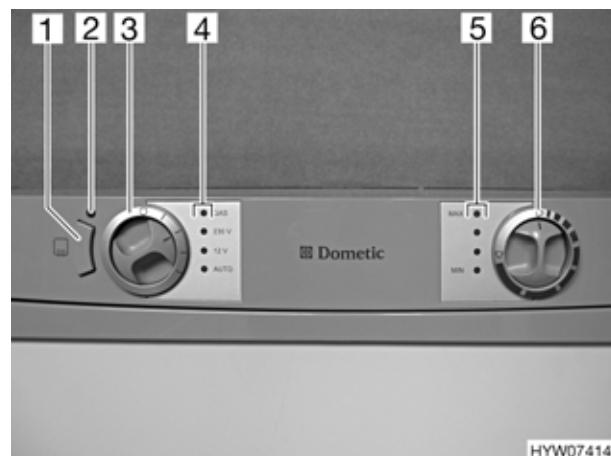

Fig. 89 Elementi di comando del frigorifero
Nel caso di temperature esterne ed umidità dell'aria elevate è possibile che si formino gocce d'acqua sul telaio in metallo del vano congelatore. Per questo motivo il frigorifero è dotato di un riscaldamento nel telaio per il vano congelatore. Nel caso di temperature e umidità dell'aria elevate, accendere il riscaldamento del telaio con il tasto (Fig. 89,1). È possibile così evitare fenomeni di corrosione. Quando il riscaldamento del telaio è acceso, la luce spia è accesa (Fig. 89,2).
Se l'alimentazione a 230 V non è allacciata e il motore del veicolo è spento, il sistema AES seleziona il rifornimento di gas. Selezionando il funzionamento a gas, il dispositivo di sicurezza si apre automaticamente, così che il gas possa fluire al bruciatore. Contemporaneamente si inserisce l'accenditore elettronico. Se la fiamma del gas si spegne, per esempio a causa di un colpo di vento, l'accenditore viene subito azionato riaccendendo il gas. In caso di guasto del funzionamento a gas, la luce spia "GAS" (Fig. 89,4) diventa rossa e lampeggiante.
- ▶ Nelle aree di servizio è vietato l'uso di impianti a fiamma viva. Nel caso in cui la sosta duri più di 15 minuti, il frigorifero deve essere spento tramite il selettore di energia (Fig. 89,3).
Dopo l'accensione il frigorifero seleziona automaticamente la regolazione intermedia del termostato. Questa regolazione può essere modificata manualmente tramite il pomello girevole (Fig. 89,6). Le luci spia (Fig. 89,5) indicano la temperatura selezionata sul termostato. Con il pomello girevole viene regolata la temperatura di refrigerazione per tutti i tre tipi di funzionamento. Ci vogliono alcune ore prima che il frigorifero raggiunga la temperatura normale di esercizio. Cambiando la modalità di funzionamento la regolazione del termostato non viene modificata. La temperatura di raffreddamento è indipendente dal tipo di energia utilizzata.
- Con il selettore di energia (Fig. 89,3) selezionare il tipo di energia utilizzata. La luce spia relativa (Fig. 89,4) diventa verde.
- Regolare la temperatura di refrigerazione con il pomello girevole (Fig. 89,6). Le luci spia (Fig. 89,5) indicano la temperatura selezionata sul termostato.
In caso di guasto del funzionamento a gas, la luce spia "GAS" (Fig. 89,4) diventa rossa e lampeggiante.
- Girare il selettore di energia (Fig. 89,3) su "O". Tutte le luci spia (Fig. 89,4) sono spente.